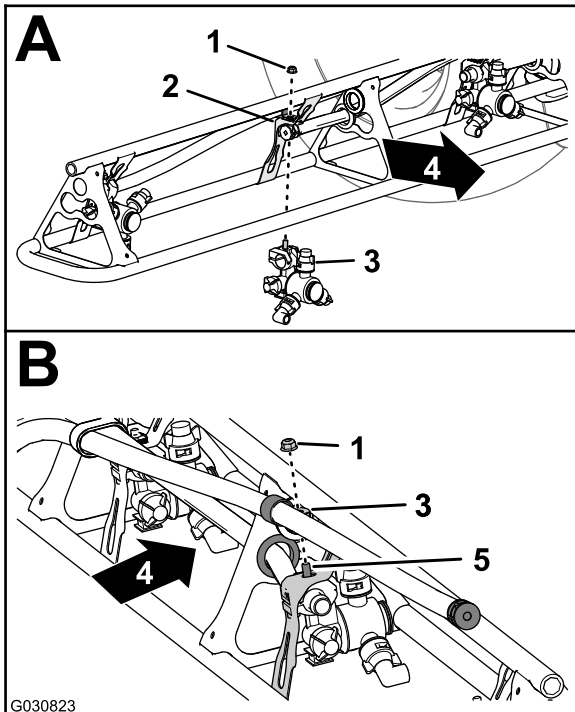

Bild 109
- Montieren Sie an den Düsenpositionen 1 und 4 die Sprühdüse mit der Sicherungsbundmutter (5/16"), die Sie in Schritt 2 in Entfernen der Sprühdüsen von den äußeren Auslegerabschnitten \(Seite 46\) entfernt haben, an der Düsenbefestigung (A in Bild 109).
entfernt haben, an der Düsenbefestigung (A und B in Bild 109).